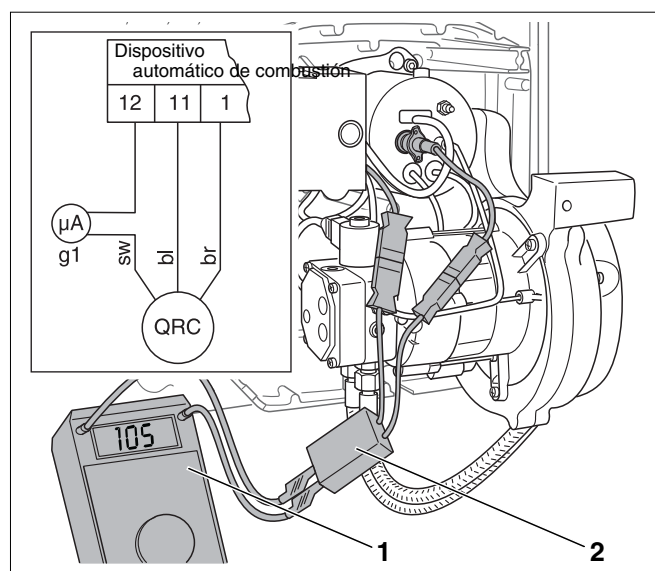

Fig. 58 Esquema de conexiones y realización de la medición de la corriente de la sonda
Puede controlar la corriente de la fotocélula con un adaptador para la medición de corriente UV (accesorio (consulte disponibilidad en su país), fig. 58, **pos. 2**) así como con un aparato de medición de corriente continua (fig. 58, **pos. 1**) con una resistencia interna máxima de 5 k Ω . En servicio, la corriente del detector de llama debe ser al menos de 80 μ A (sin llama < 5 μ A).